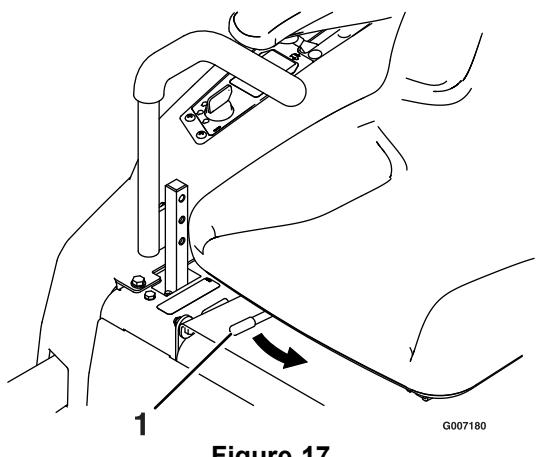

Figure 17
1. Poussez le levier de réglage vers le centre de la machine pour débloquer la glissière de réglage du siège (Figure 17)